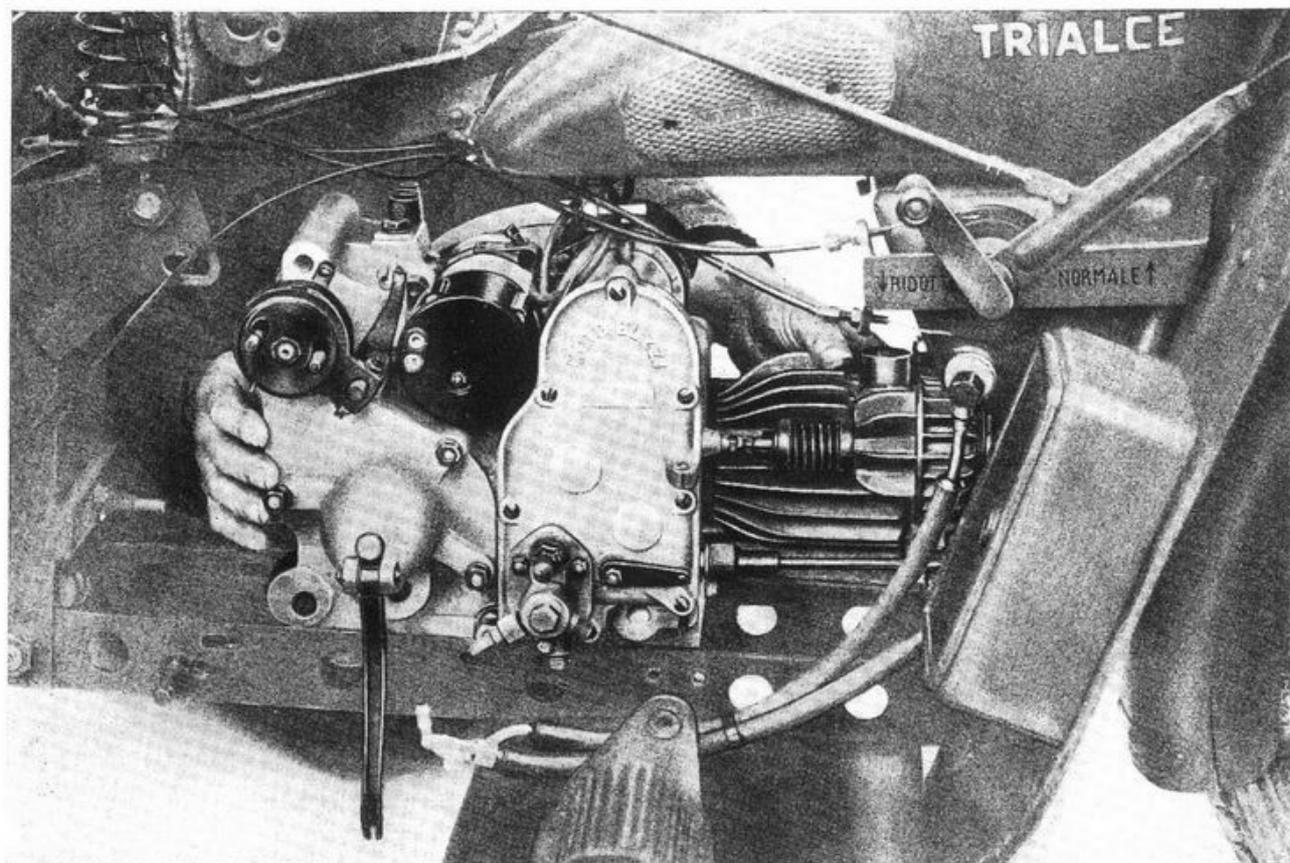

Fig. 8
- Dopo levati i bulloni di fissaggio motore, si spinge in avanti quest'ultimo e, inclinandolo a destra se ne otterrà l'uscita (vedi fig. 8 e 9).